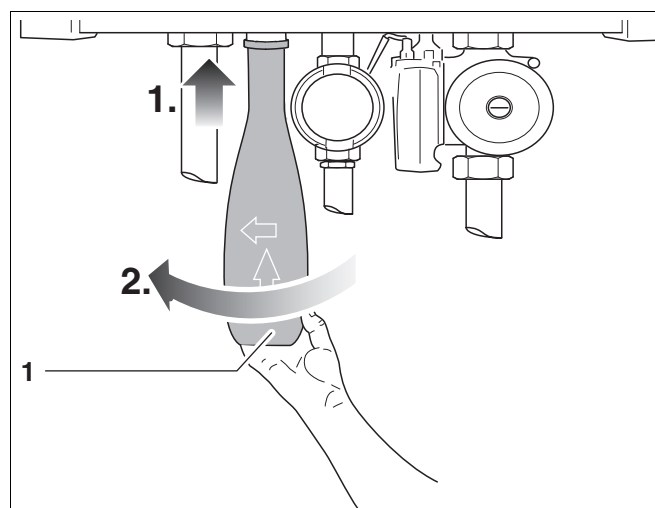

Fig. 14 Montare il sifone
- Installare il sifone (fig. 14, pos. 1) sul collegamento di scarico condensa (AKO).
Il sifone è provvisto di una chiusura a baionetta. Dopo la collocazione (fig. 14, fase 1), ruotare il sifone di 1/4 in senso antiorario (fig. 14, fase 2) fino allo scatto in posizione.